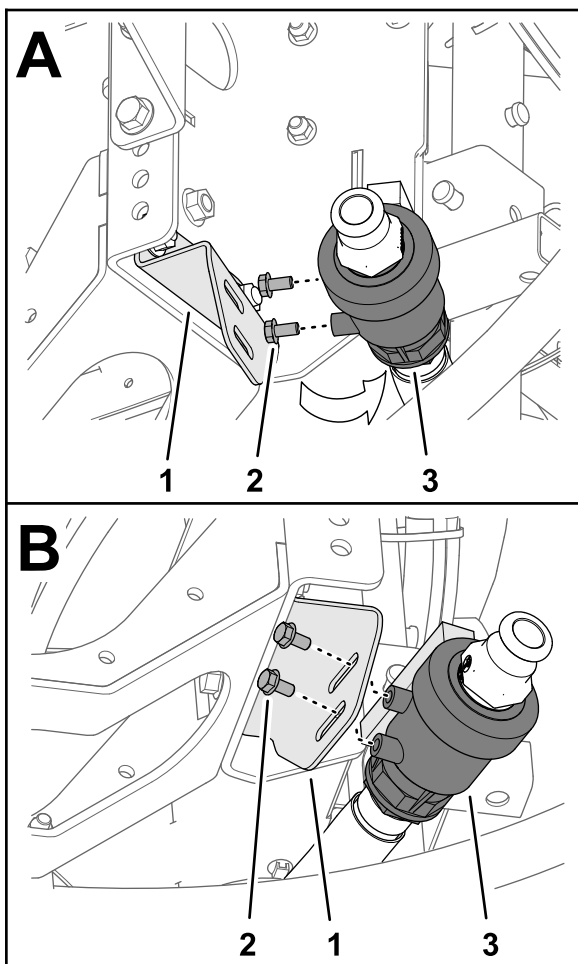

Figure 14
- Retirez les 2 boulons à embase (5/16"x 5/8") du boîtier du robinet de vidange (Figure 14).
- Fixez le robinet de vidange sur son support (Figure 14) à l'aide de 2 boulons à embase (5/16" x 5/8") que vous avez retirés à l'opération 3.